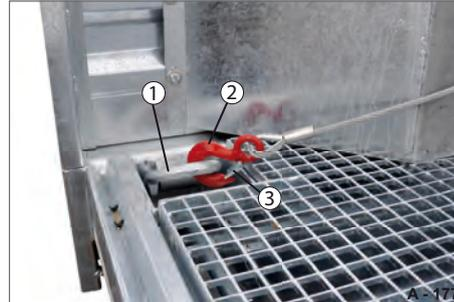

Abb. 224 Anschlagmittel entsichern
- ▶ Sicherungsglasche (Abb. 224/3) eindrücken.
- ▶ Anschlagmittel (Abb. 224/2) aus dem Zurrpunkt (Abb. 224/1) aushaken.